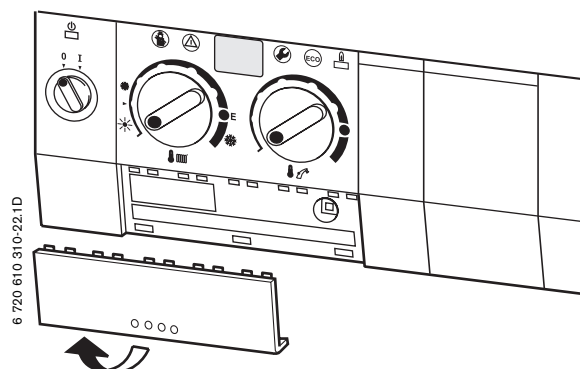

Fig. 12
- Pour une protection contre les projections d'eau (IP), toujours choisir un trou passe-câble de diamètre correspondant à celui du câble.
- ▶ Ouvrir le boîtier de commutation, page 19, figures 12 et 13.